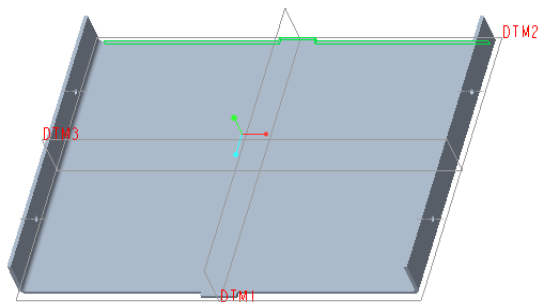

图 7-53 镜像结果 3
- (1) 刚创建的平整壁处于被选中的状态, 从功能区的“模型”选项卡中单击“编辑”→ (镜像) 按钮, 打开“镜像”选项卡。
- (2) 选择 DTM3 基准平面作为镜像平面。
- (3) 单击“镜像”选项卡中的 (完成) 按钮, 镜像结果如图 7-53 所示。